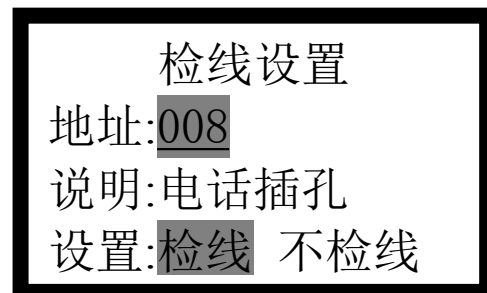

图 4-14
- 选择“2. 检线设置”，进入检线设置界面，输入地址号，按【菜单/确认】键即可查询该地址的在线状态和设备类型。如果是电话插孔，则进入如图4-14所示的提示界面，按【▲】、【▼】键选择是检线还是不检线，最后按【菜单/确认】键确认。